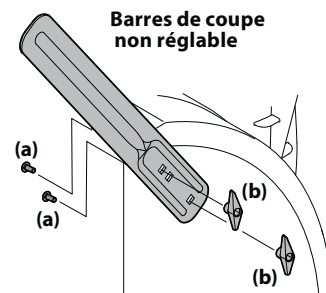

Figure 2-44
2. Retournez les barres de coupe à la bonne position et placez-les sur le boîtier des tarières comme illustré sur la Figure 2-44.
1. Retirez les boulons de carrosserie (a) et les écrous papillons (b) qui fixent chaque barre de coupe, puis retirez les barres de coupe des deux côtés du boîtier des tarières. Voir Figure 2-44.